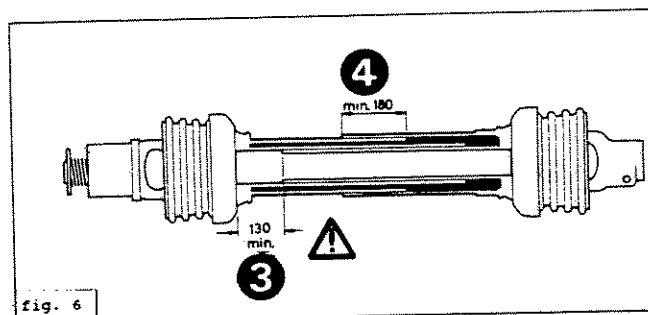

fig. 6
Le chevauchement minimum est de 180 mm (4), voir fig.6.